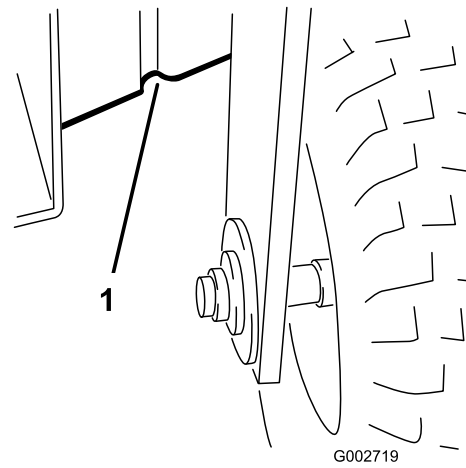

Figura 21
- Delante – debajo del bastidor, detrás de la rueda delantera (Figura 21).